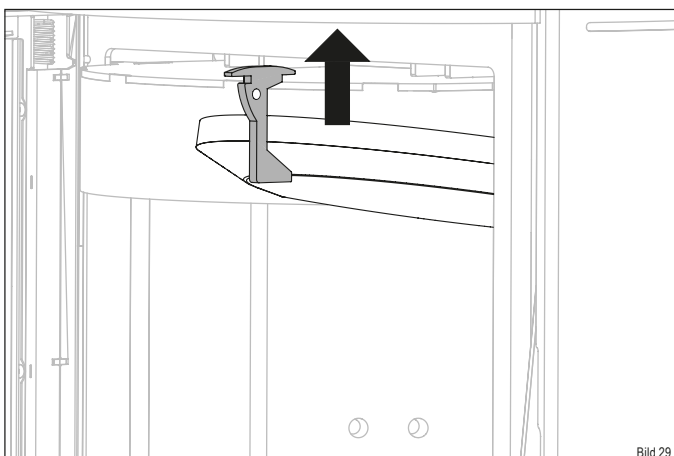

Bild 29
- ▶ Schieben Sie den Thermosteinhalter nach oben (Bild 29).